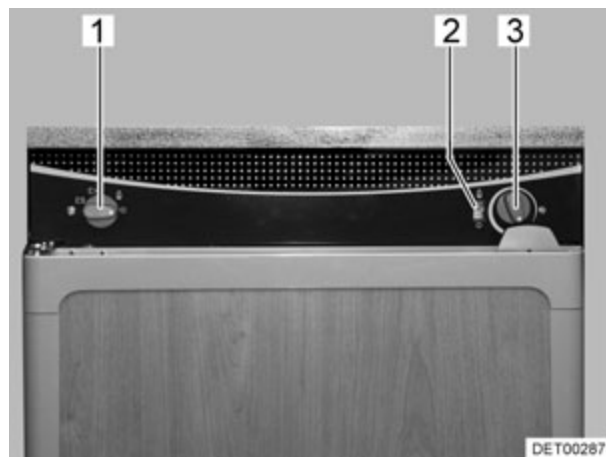

Fig. 152 Elementos de mando para el frigorífico (variante 4)
- Situar el selector de energía (Fig. 152,1) en la posición gas "🔥".
- Presionar el regulador giratorio (Fig. 152,3) y mantener pulsado. El suministro de gas está abierto. El encendido se realiza automáticamente. Se oye un sonido de tic-tac hasta que el proceso de encendido se haya llevado a cabo con éxito.
- Mantener pulsado el regulador giratorio (Fig. 152,3) hasta que el indicador de llama (Fig. 152,2) esté verde y soltarlo entonces. Al apagarse la llama, el aparato de encendido repite automáticamente el proceso de encendido.
- Situar el selector de energía (Fig. 152,1) en "○". El aparato está desconectado.
- Girar el selector de energía (Fig. 152,1) a funcionamiento con 230 V "".
- Ajustar la temperatura de refrigeración con el regulador giratorio (Fig. 152,3).
- Girar el selector de energía (Fig. 152,1) a funcionamiento con 12 V "".